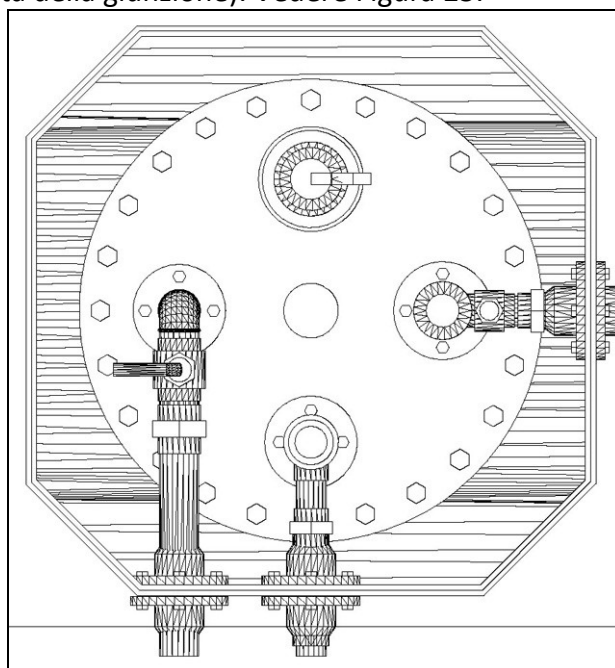

Figura 25 Posizionamento giunti passa-parete
- Ciascun giunto passa-parete deve essere allineato radialmente rispetto al pozzetto antispandimento (al fine di minimizzare la penetrazione di acqua all'interno del pozzetto stesso in prossimità della giunzione). Vedere Figura 25.